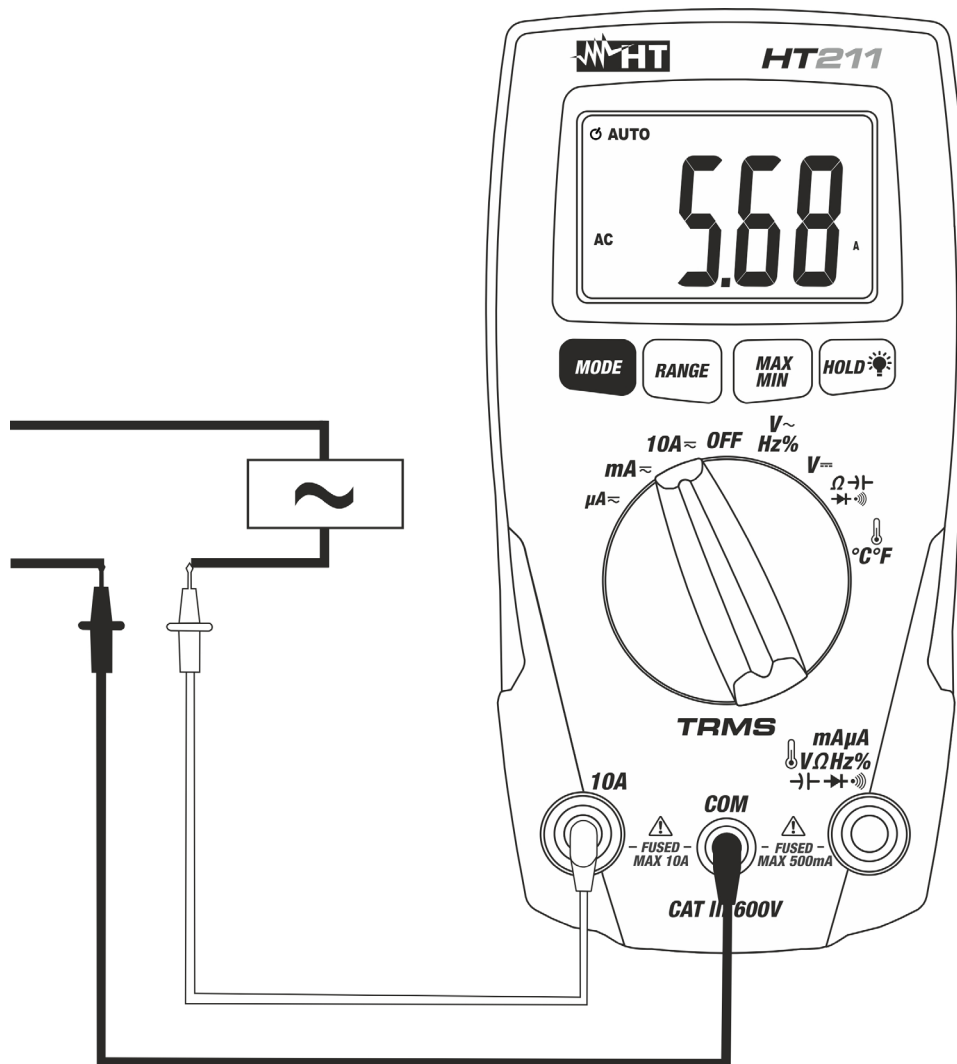

Fig. 10: Utilisation de l'instrument pour la mesure de courant CA
4. Connecter l'embout rouge et l'embout noir en série au circuit duquel on veut mesurer le courant (voir Fig. 10).